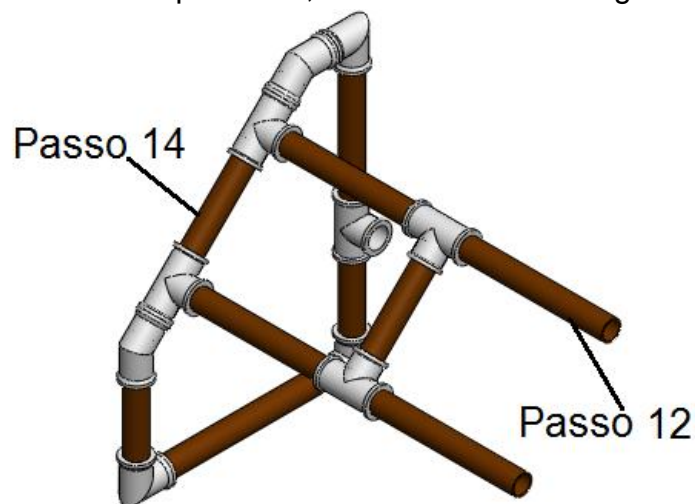

Figura 18. Passo 15 - Esquema de Montagem
-Passo 15: Junte um dos conjuntos formados no passo 12, com o conjunto formado no passo 14, como mostrado na figura 18;